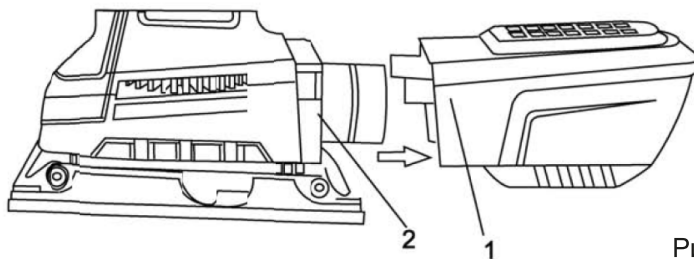

Рис. 3
1. Совместите пазы на патрубке пылесборника 1 (Рис. 3) с выступами на патрубке машины 2 (Рис. 3) и вставьте до упора патрубков машины в патрубок пылесборника.